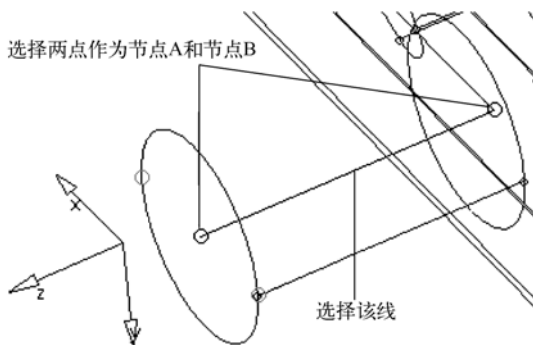

图 6-37 创建一个梁单元
5) 释放鼠标左键，选择线的两个端点作为 node A 和 node B，如图 6-37 所示。